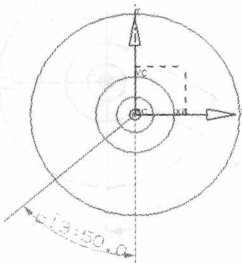

图 1-14 标注尺寸
- (3) 单击, 标注的尺寸如图 1-14 所示。
- (4) 双击尺寸, 然后输入 60, 并回车。